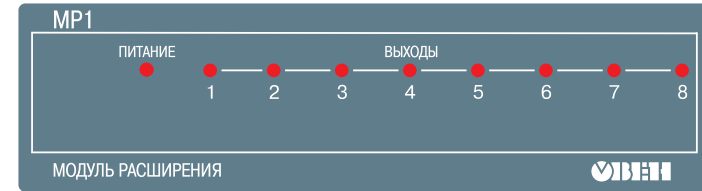

Рис. 1
3.2. На лицевой панели (рис. 1) расположены светодиоды: